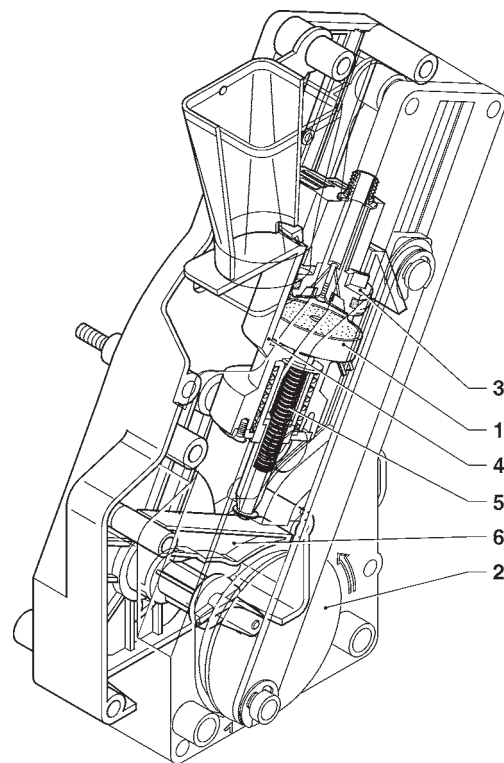

Fig. 18
La manivelle du motoréducteur enclenchée sur le disque externe (2) par rapport au groupe, tourne de 180° en provoquant l'oscillation de la chambre d'infusion et la descente du piston supérieur (3) (voir fig. 18).